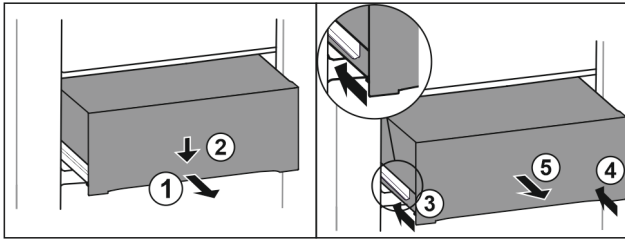

Fig. 69
- ▶ Dra ut utdragslåda till hälften. Fig. 69 (1)
- ▶ Tryck utdragslådan på framsidan nedåt. Fig. 69 (2)
- ▶ Skjut in vänster skena ca 2 cm. Fig. 69 (3)
- ▶ Skjut in höger skena ca 2 cm. Fig. 69 (4)
- ▶ Ta ut utdragslåda genom att dra den framåt. Fig. 69 (5)